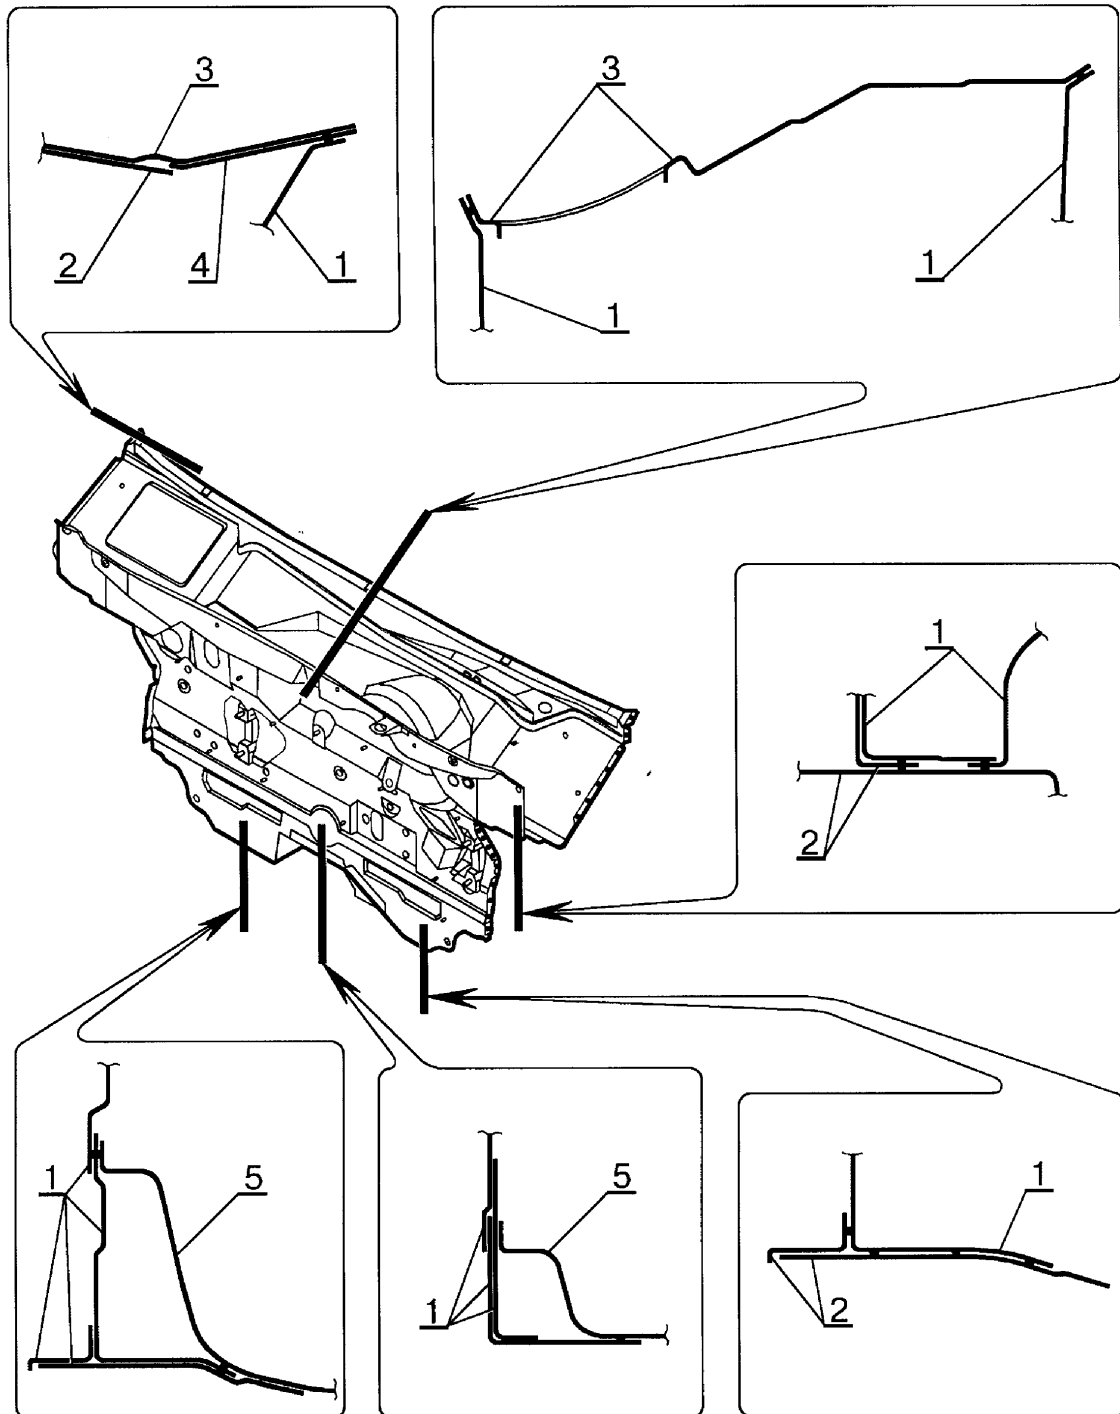

Рис.13. Соединение щитка передка 1118-5301080* с надставкой в сборе с сопрягаемыми деталями (при снятом капоте и передних крыльях).
* При замене щитка передка 1118-5301084 в сборе; надставки 1118-5301132 усилителя щитка передка верхней в сборе; надставки 1118-5301142 щитка передка в сборе; усилителя 1118-5301102 щитка передка нижнего в сборе см. рис.13...18 и табл.13...18.